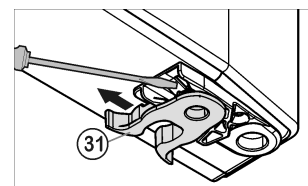

Fig. 6
- Federklemme Fig. 6 (31) umsetzen: Rastnase runterdrücken, Federklemme darüber hinweg abziehen.